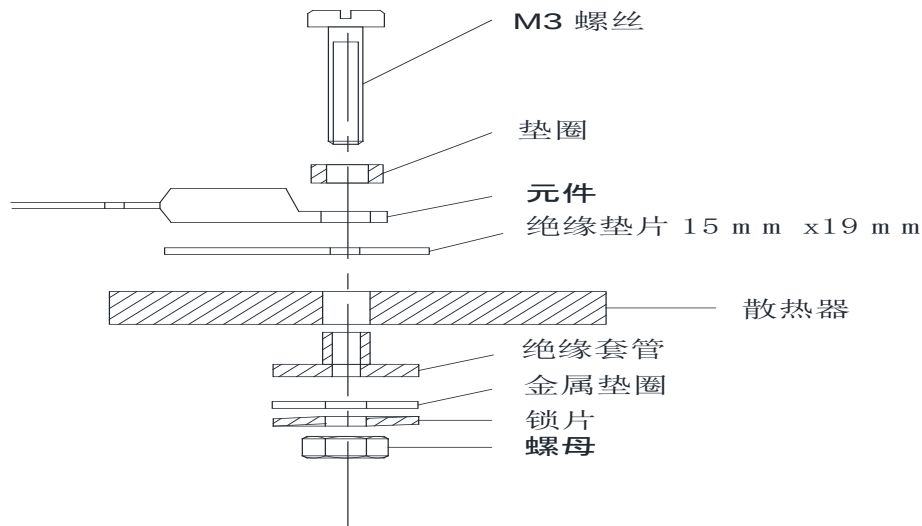
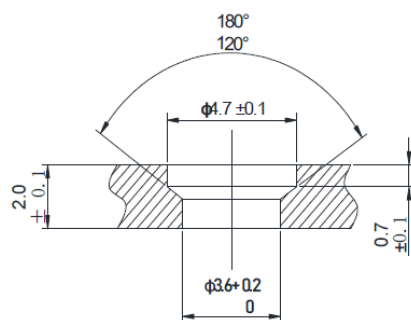
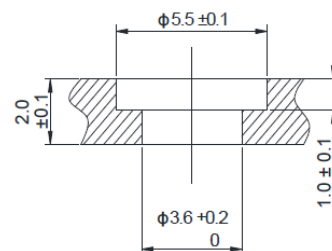

图9 螺丝穿过散热器用螺母固定
图10 500V绝缘等级的散热器要求
图11 800V绝缘等级的散热器要求
- 螺丝穿过散热器，螺母固定，如下图9所示；500V绝缘等级的散热器要求，如图10所示；800V绝缘等级的散热器要求，如图11所示。